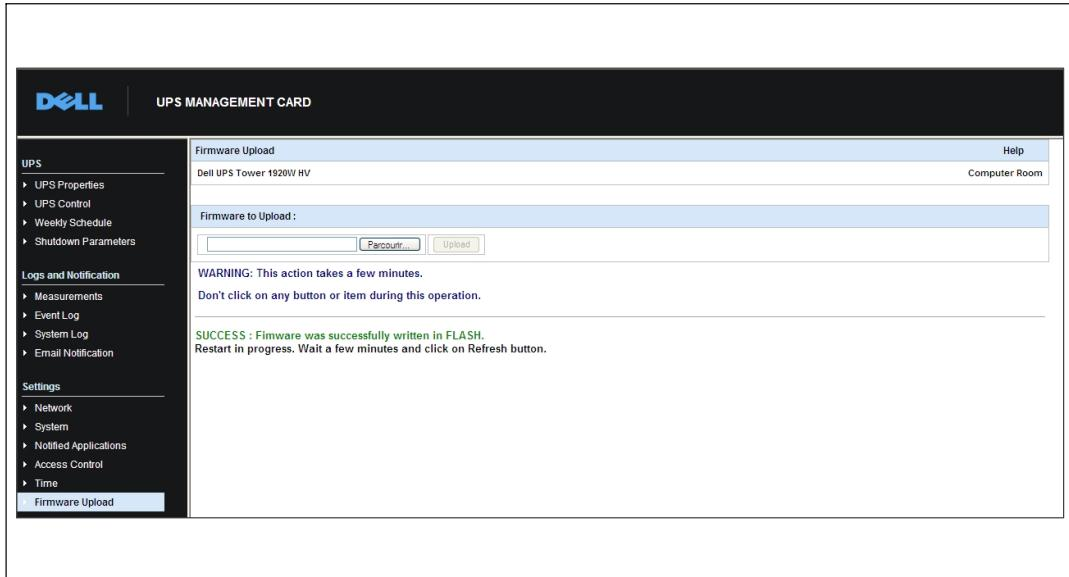

Рисунок 47. Подтверждение выгрузки встроенного программного обеспечения
-  **ПРИМЕЧАНИЕ:** Выгрузка может занять до пяти минут. Не прерывайте данную операцию, пока карта не выведет на экран подтверждение успешной выгрузки встроенного программного обеспечения (Рисунок 47).